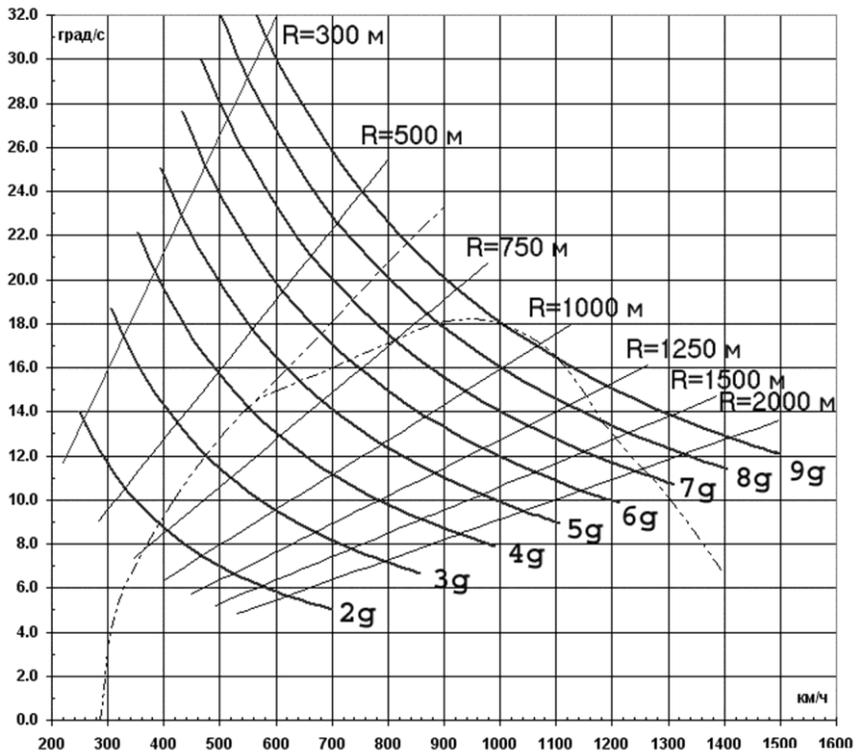

図 370: 現代戦闘機の旋回率
以下の図表は、現用戦闘機のアフターバーナー時におけるノット表示指示対気速度：Knots Indicated Air-Speed(KIAS)に対する旋回性能を示したものである。(注：図370はX軸は時速表記になっている)対気速度はX軸方向に、毎秒当たりの角度はY軸方向に示してある。「犬小屋」のような形のプロット図が航空機の旋回性能であり船の帆のような線群はG-加重と旋回半径を表す。このような図を「dog house(犬小屋)」曲線と呼んだり、Energy and Maneuvering (EM)図と呼んだりする。。950 km/hにおける旋回率が最大旋回率(18.2度/秒)となっているが、最小旋回半径が得られる速度はおよそ850から900 km/hまでである。別の航空機だとこの速度が異なっており、典型的な戦闘機では旋回速度は600から1,000 km/hの範囲である。